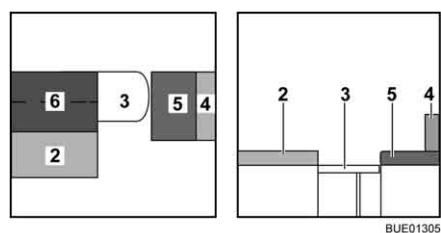

Bild 133 Under ombyggnaden
- Fäll upp den extra dynan (Bild 133,6) och lägg den på bordet.